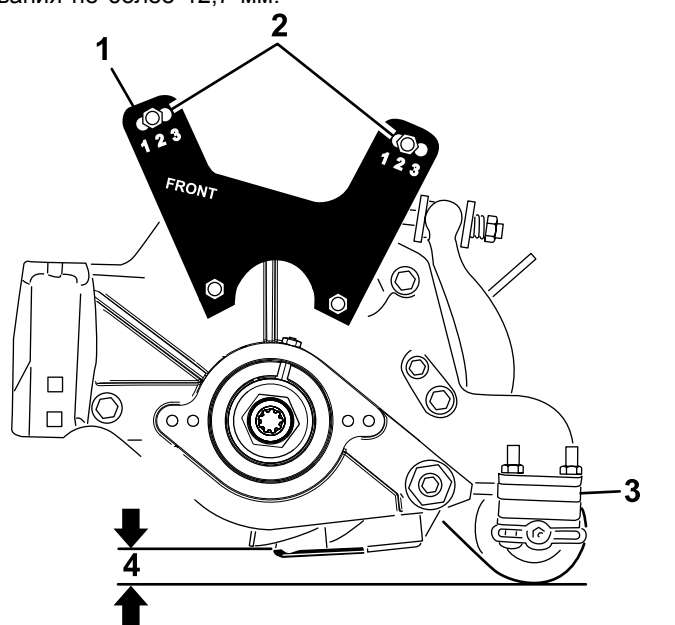

Рисунок 21
- Опустите режущий блок на пол и измерьте расстояние от пола до верхней кромки неподвижного ножа, как показано на Рисунок 21.